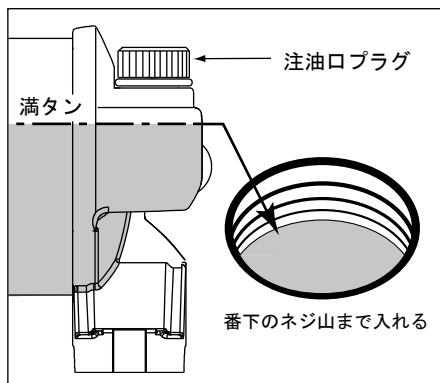

図16: リザーバのオイルレベル
3. オイルレベルを点検します。図16を参照してください。オイルレベルが低い場合、オイルが注油口プラグ開口の一番下のネジ山に達するまで補充します。